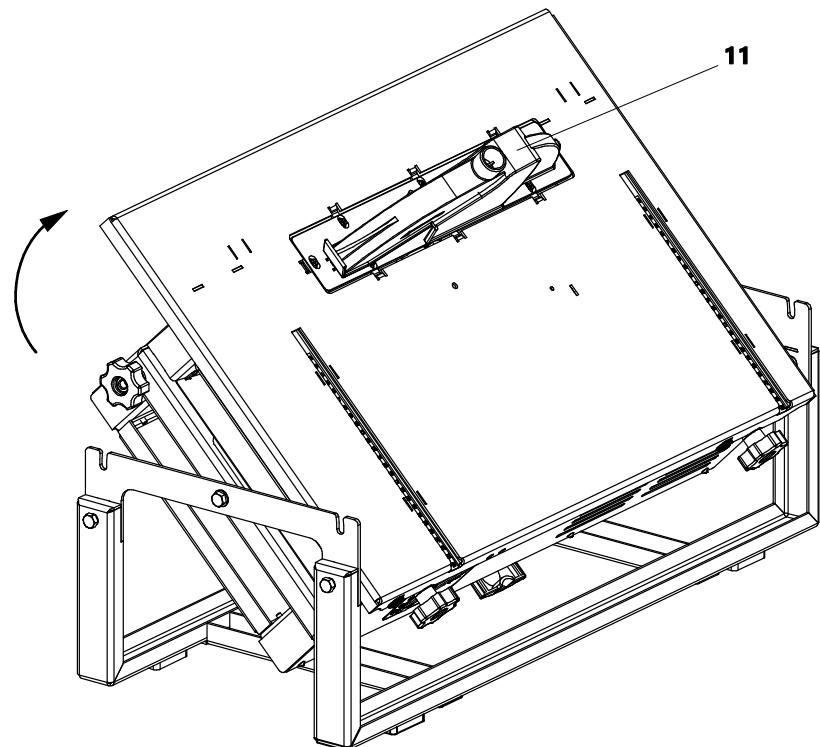

Рисунок 2. Поворот станка с операции пиления на строгание
| Кожух                                                                    | 1               | рис. 2, поз. 11                                        |
Для того, чтобы перейти с операции пиления на строгание и наоборот, необходимо расфиксировать ручки 8 и повернуть механизм привода 9 на оси 7 на  $180^\circ$  и зафиксировать ручками 8 новое положение. При переходе с операции пиления на строгание обязательно установите на расклинивающий нож 2 кожух 11 (рис. 2).
**!** Перед началом настройки операции строгания обязательно установите кожух 11 на расклинивающий нож (рис. 2).